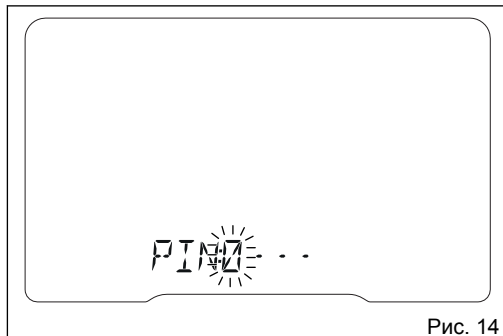

Рис. 14
- если функция PIN CODE активирована, отобразится страница функции PIN CODE (Рис. 14) для ввода кода разблокировки (см. параграф «Разблокировка мотоцикла посредством PIN-кода» стр.190).